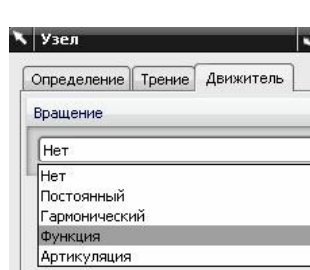

рис.76
- Вспомните, например, задание обычного вращательного шарнира, и его закладку *Движитель* (рис.76). До сих пор мы задавали опции *Постоянный* или *Гармонический*. Но в сложных случаях, когда изменение угла во вращательном шарнире описывается нестандартно, приходится выбирать опцию *Функция*.